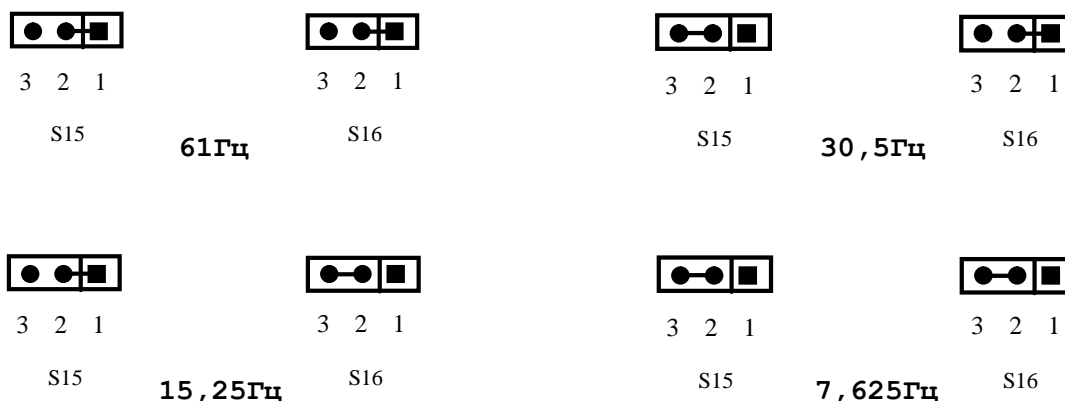

Рисунок 5.28
- **S15, S16** – Данными переключками выбирают дискретность преобразователя (масштаб преобразования). Смотри рисунок 5.28 и таблицу 5.16. По умолчанию устанавливают дискретность 30,5Гц.